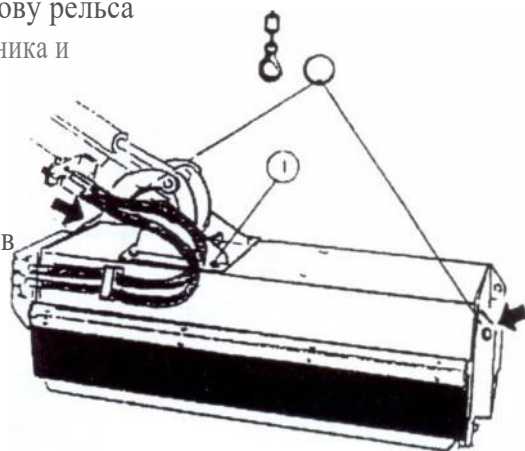

FIG 24
- Опустите рычаг так, чтобы соединительная пластина соответствовала головке муфты (FIG. 24)
- Закрепите головку с помощью четырех винтов (1)